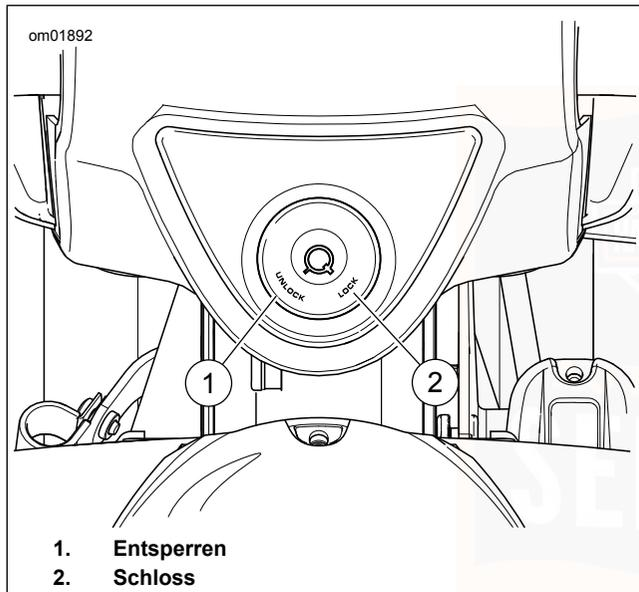

Abbildung 26. Gabelschloss: Ohne Verkleidung
Ohne Verkleidung: Siehe Abbildung 26 . Das Gabelschloss befindet sich an der Oberseite des Lenkkopfs hinter dem Scheinwerferkopf und ist in die Lenkerschellenverkleidung eingelassen.
2. Siehe Abbildung 26. Den Schlüssel einführen und gegen den Uhrzeigersinn in die LOCK-Stellung (versperrt) drehen. Den Schlüssel abziehen.